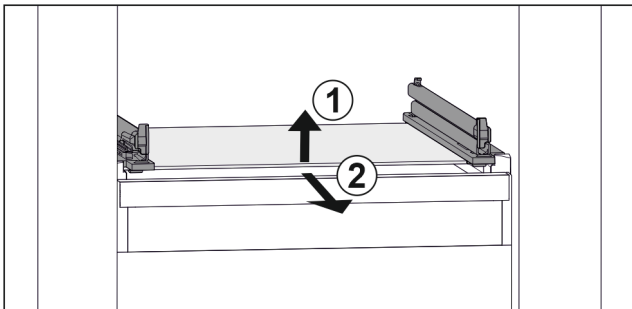

Fig. 166 Примерно изображение на стъклената плоча
- ▶ Повдигнете стъклената плоча отпред. Fig. 166 (1)
- ▶ Извадете стъклената плоча напред. Fig. 166 (2)